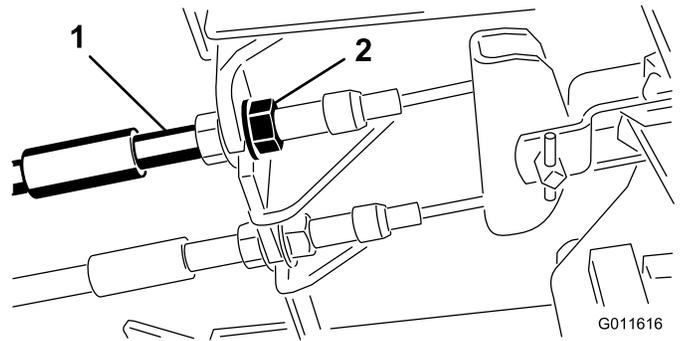

Figura 55
1. Per ridurre il gioco dei pedali del freno, stringete i freni allentando il dado anteriore sull'estremità filettata del cavo del freno (Figura 55).